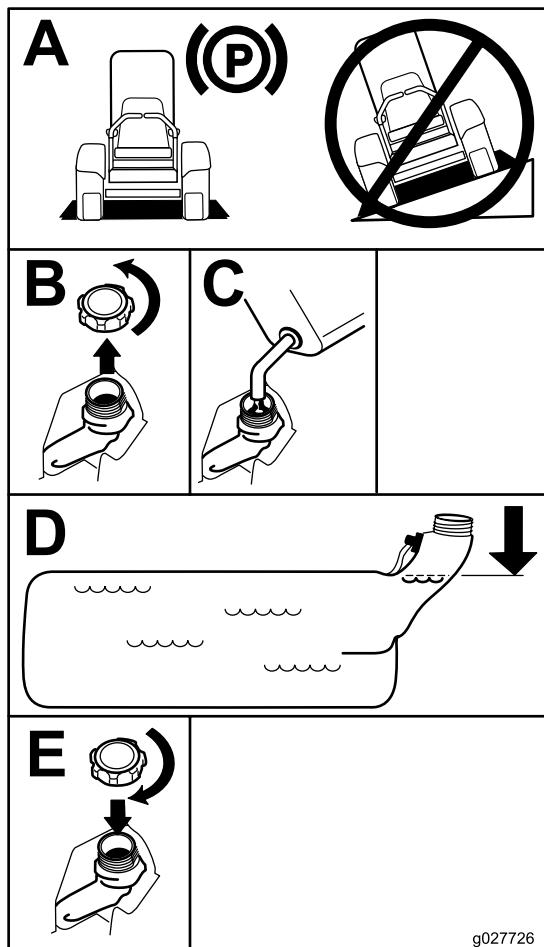

Figura 7
3. Limpie alrededor del tapón de combustible y retírelo. Añada gasolina normal sin plomo al depósito de combustible hasta que el nivel esté entre 6 mm y 13 mm ( $\frac{1}{4}$ " y  $\frac{1}{2}$ ") por debajo de la parte inferior del cuello de llenado. Este espacio vacío permitirá la dilatación de la gasolina. No llene completamente el depósito de combustible; consulte (Figura 7).